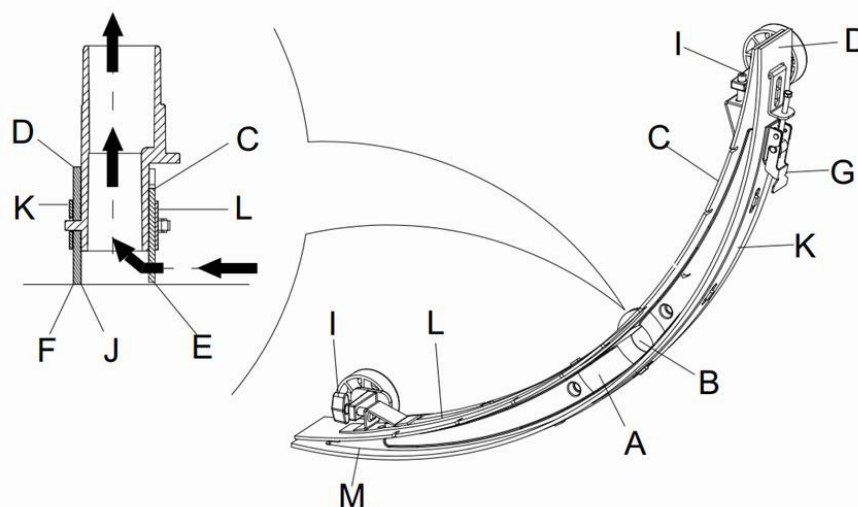

Figura 15
2. Pressione o interruptor de energia (41) para a posição "O" para desligar a máquina.
3. Desaparafuse o botão fixo (16) do squeegee; retire o conector que liga o tubo do vácuo de recuperação do squeegee para o retirar.
4. Utilize o puxador de elevação do squeegee (14) para elevar o encaixe de suporte do squeegee.
5. Limpe o squeegee (**Figura 15**). Limpe bem a ranhura (**A**, **Figura 15**) e a sujidade e fragmentos do tubo de vácuo. Verifique se a lâmina frontal do squeegee (C) e lâmina traseira do squeegee (D) estão intactas, e se existem beiras e rachas. Substitua se necessário (refira aos passos na secção seguinte).
1. Siga os métodos relacionados na secção anterior para limpar o squeegee (**Figura 15**).